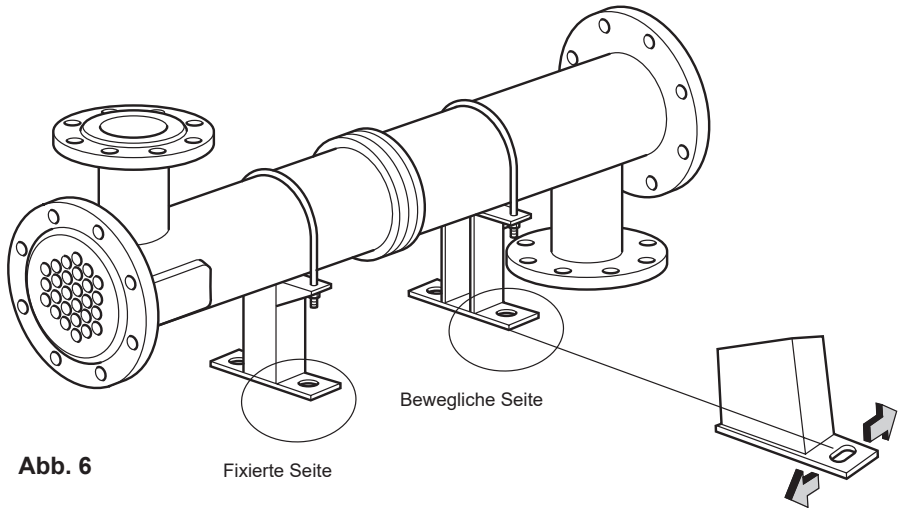

Abb. 6
4.6 Lösen Sie die Sattelbolzen an einem Ende des Geräts, um eine freie Ausdehnung zu ermöglichen (Abbildung 6).